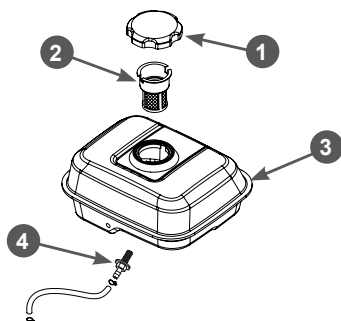

Рис. 21. Топливный бак и топливные фильтры
В топливном баке установлены два сетчатых топливных фильтра. Один фильтр устанавливается в заливной горловине топливного бака. Второй фильтр конструктивно объединен со штуцером топливного бака и установлен внутри бака (Рис. 21).
заправке бака топливом (Рис. 21). При необходимости вынимайте сетчатый фильтр из бака и производите его очистку. Регулярно проверяйте целостность сетчатого фильтра, при обнаружении механических повреждений замените сетчатый фильтр.
Каждые 300 часов работы или один раз в год в зависимости от того, что наступит раньше, необходимо производить очистку топливного бака от грязи и конденсата. Перед этим рекомендуется полностью выработать топливо. Одновременно с очисткой топливного бака необходимо проверять и очищать фильтр 4, установленный внутри бака (Рис. 21). Поврежденный или сильно загрязненный фильтр необходимо заменить.
3. Выкрутите из топливного бака выходной штуцер 4 и произведите его очистку (Рис. 21). Внимательно осмотрите сетчатый фильтр. При обнаружении механических повреждений замените штуцер топливного бака.